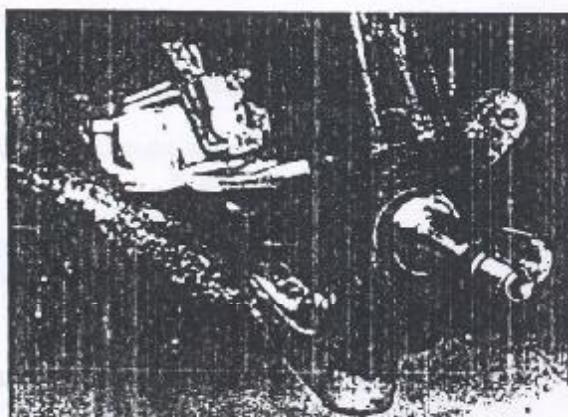

Figura 4.01.3 - Cubo removido
10. Remover o conjunto formado pelo cubo, cone do roloamento interno e vedador, da ponta de eixo (Figura 4.01.3)